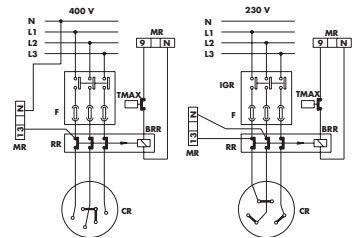

FIG. 6
Asegurarse de que el interruptor general esté encendido (véase la fig. 6 posic. IG):
- Poner el interruptor del cuadro eléctrico (véase la fig. 6 posic. Ima) en la posición "off";
- Abrir la tapa del cuadro eléctrico y con un destornillador apretar sobre la parte móvil del relé de motor (véase la fig. 6 posic. RM). El motor arranca y con él la bomba que empieza a cargar la instalación. Dicha operación concluirá cuando del tubo flexible de retorno salga combustible sin burbujas de aire;
Asegurarse de que el interruptor general esté activado (véase la fig. 6 posic. IG):